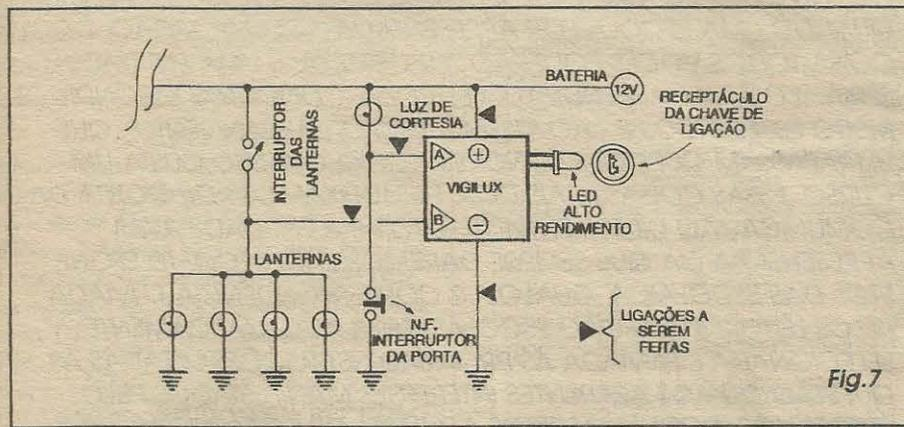

Fig. 7
**- FIG. 7 - DIAGRAMA DA INSTALAÇÃO GERAL DO VIGILUX...** - O esqueminha mostra, com bastante clareza (mesmo assim, é preciso alguma atenção...) como o circuito do **VIGILUX**, após sua completa montagem, deve ser acoplado ao sistema elétrico do veículo, detalhando ponto por ponto de conexão, com as ligações a serem anexadas ao circuito original do carro marcadas com pequenos triângulos/setas negros... Além das simples conexões de alimentação (o **negativo** poderá ser ligado a um ponto de *massa* do carro, próximo ao local de instalação do circuito...) e do LED, as ligações dos pontos **A** e **B** merecem especiais cuidados... O ponto **A** é ligado eletricamente à junção de um dos terminais da lâmpada interna de cortesia (aquela que automaticamente acende, quando se abre a porta do veículo...) com o respectivo interruptor (este do tipo normalmente fechado, disposto na própria porta do carro, e acionado pela bascula desta...). Já o ponto **B** é ligado aos terminais *vivos* (os não normalmente aterrados...) das lâmpadas das lanternas, ou seja: no ponto em que tais lâmpadas são ligadas ao respectivo interruptor... Conforme já foi dito, notar que a conexão do **positivo** da alimentação do **VIGILUX** deve ser feita a um ponto onde *permanentemente* existam os 12V nominais da bateria (*não* ligar a ponto onde apenas surjam os 12V positivos quando a chave do veículo for acionada...).